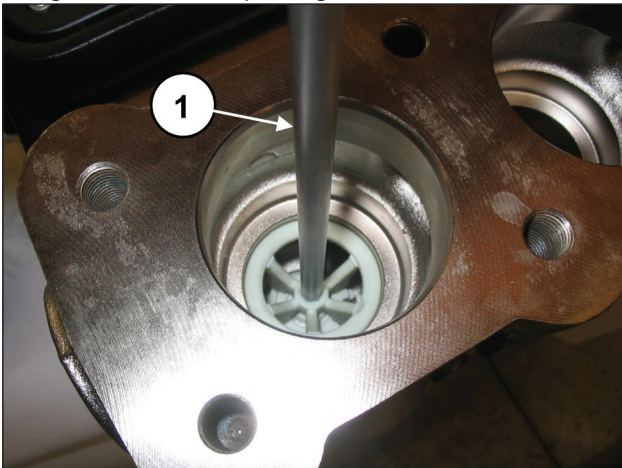

Fig. 93
Extraire l'entretoise du guide de soupape avec une clé hexagonale de 8 mm (rep. ①, Fig. 93).